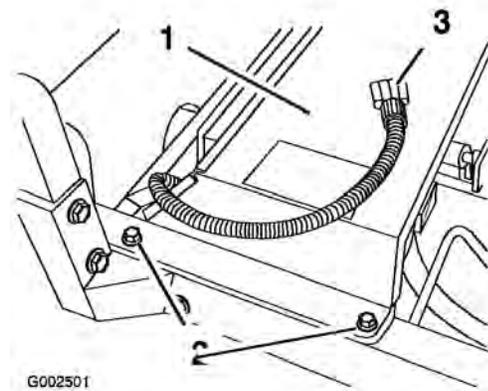

Figure 16
2. Posez l'ensemble couvercle de radiateur sur le radiateur du véhicule (Figure 16).